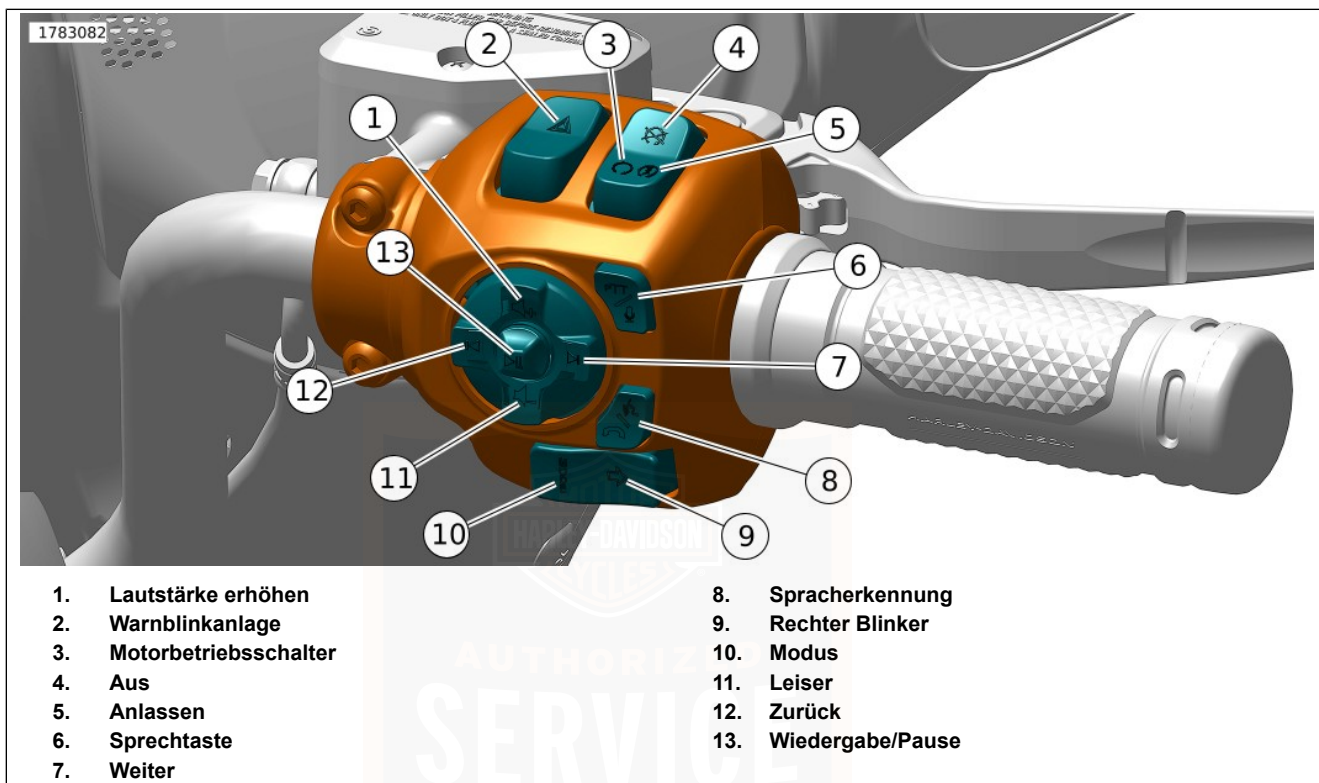

Abbildung 33. Rechtes Handbedienmodul (RHCM)
Siehe Abbildung 33. Der Warnblinkanlagenschalter (2) dient zur dauerhaften Aktivierung der Vierfach-Warnblinkanlage bei einem liegengebliebenen Motorrad. Mithilfe der Warnblinker kann das Motorrad mit ausgeschalteter Zündung zurückgelassen werden, bis Hilfe geholt wird. Siehe Tabelle 26.
1. Während der Motorbetriebsschalter auf RUN (Ein) (3) steht, auf den Warnblinkanlagenschalter drücken, um die Vierfach-Warnblinkanlage zu aktivieren.
Siehe Abbildung 33. Den Motorbetriebsschalter auf OFF (Aus) (4) stellen, um den Motor abzustellen. Siehe Tabelle 26.
Siehe Abbildung 33. Den Motorbetriebsschalter auf RUN (Ein) (3) stellen, damit der Motor starten und laufen kann. Der Motorbetriebsschalter muss sich in der Stellung RUN (Ein) befinden, damit der Motor angelassen und betrieben werden kann. Siehe Tabelle 26.
Siehe Abbildung 33. Den rechten Blinkerschalter (9) zur Aktivierung des rechten Blinkers betätigen. Siehe Tabelle 26.
Siehe Abbildung 33. Die „Lautstärke erhöhen“-Taste (1) drücken, um die Lautstärke zu erhöhen. Siehe Tabelle 26.
Siehe Abbildung 33. Die „Weiter“-Taste (7) drücken, um die nächste Mediendatei auszuwählen. Siehe Tabelle 26.
Siehe Abbildung 33. Die „Lautstärke verringern“-Taste (11) drücken, um die Lautstärke zu verringern. Siehe Tabelle 26.
Siehe Abbildung 33. Die „Zurück“-Taste (12) drücken, um die vorherige Mediendatei auszuwählen. Siehe Tabelle 26.
Siehe Abbildung 33. Die „Wiedergabe/Pause“-Taste (13) drücken, um die aktuelle Mediendatei wiederzugeben oder anzuhalten. Siehe Tabelle 26.
Siehe Abbildung 33. Die Sprechtaste (6) dient bei entsprechend ausgestatteten Fahrzeugen der Bedienung der Fahrer/Sozius-Sprechanlage. Siehe Tabelle 26.
1. Siehe Abbildung 33. Den Motorbetriebsschalter auf RUN (Ein) (3) stellen. Das Getriebe in den Leerlauf schalten. Die (grüne) Leerlauf-Kontrollleuchte leuchtet auf. Siehe: FUNKTIONSWEISE > ANLASSEN DES MOTORS (Seite 137).
2. Den Anlasser durch Drücken des Motorbetriebsschalters auf START (5) betätigen. Siehe Tabelle 26.
Siehe Abbildung 33. Die Spracherkennungstaste (8) aktiviert die integrierten Spracherkennungsfunktionen der IFCU. Wenn CarPlay aktiv ist, wird Siri durch langes Drücken aktiviert. Siehe Tabelle 26.
Siehe Abbildung 33. Die Modustaste (10) drücken, um den Fahrmodus zu ändern. Siehe: FUNKTIONSWEISE > FAHRMODI (Seite 124). Siehe Tabelle 26.
Siehe Abbildung 33. Die Rechtes Lenkerbedienelementmodul (RHCM) -Tasten verwenden, um mit Lauter (1), Leiser (11), Nächster (7), Vorheriger (12) und Wiedergabe/Pause (13) die RHCM Einstellungen der Audiomedien anzupassen. Siehe: **BEDIENUNGSANLEITUNG > FUNKTIONSWEISE DER INFOTAINMENT-STEUEREINHEIT (IFCU) (Seite 165).**